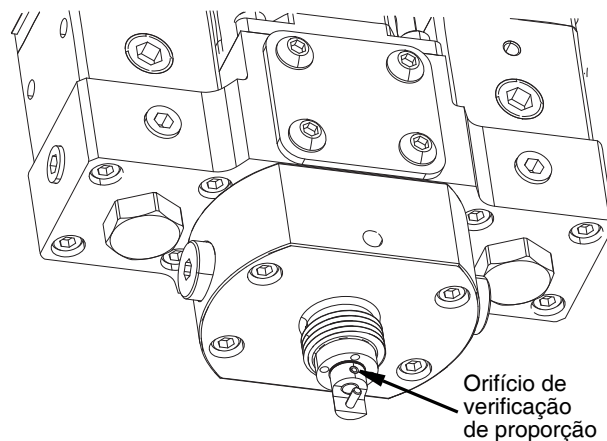

FIG. 23
- Limpe a ponta do bico com solvente compatível. Certifique-se de que o orifício de verificação de proporção está isento de material. Consulte a FIG. 23.